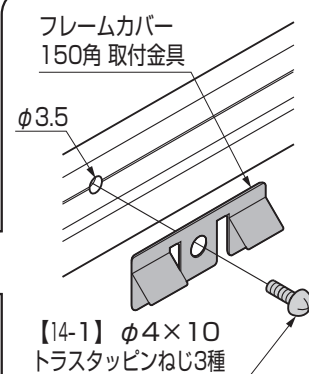

図6-4
- フレームカバー150角には、取付け金具を取付ける為の下穴加工φ3.5があいています。（図6-4参照）